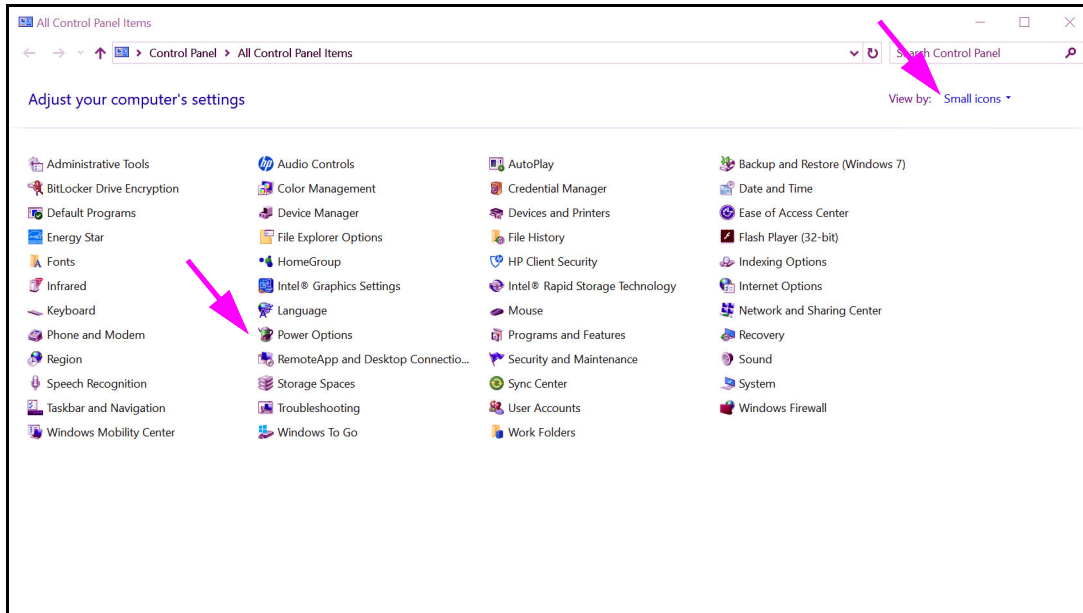

Abbildung 2-24. Fenster „All Control Panel Items“ (Alle Punkte der Systemsteuerung)
2. Wählen Sie **Windows System > Control Panel (Windows > Systemsteuerung)**. Falls die Ansicht auf kleine Symbole eingestellt ist, sieht das Fenster „All Control Panel Items“ (Alle Punkte der Systemsteuerung) wie in **Abbildung 2-24** dargestellt aus. Klicken Sie auf **Power Options (Energieoptionen)**.